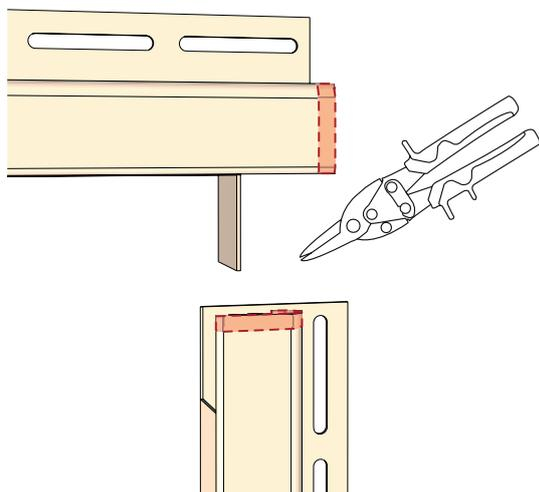
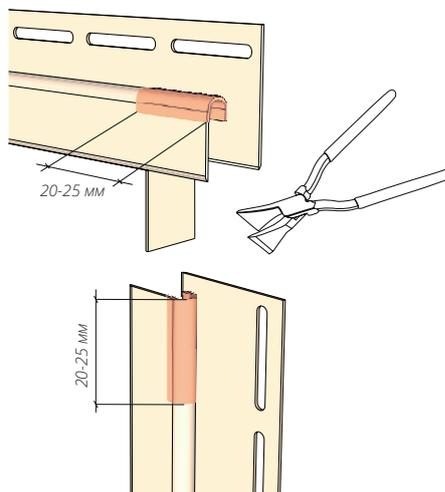

Рисунок 43
Рисунок 44
**14.6** В случае если лицевые части J-профиля выступают, их нужно подрезать, подогнать (рис. 43). Обожмите края J-профиля (рис. 44) используя клещи. При соединении J-профиля под  $45^\circ$  обжим делать не нужно. Соединение с противоположной стороны J-профиля делается аналогично. После монтажа J-профили должны оставаться подвижными.